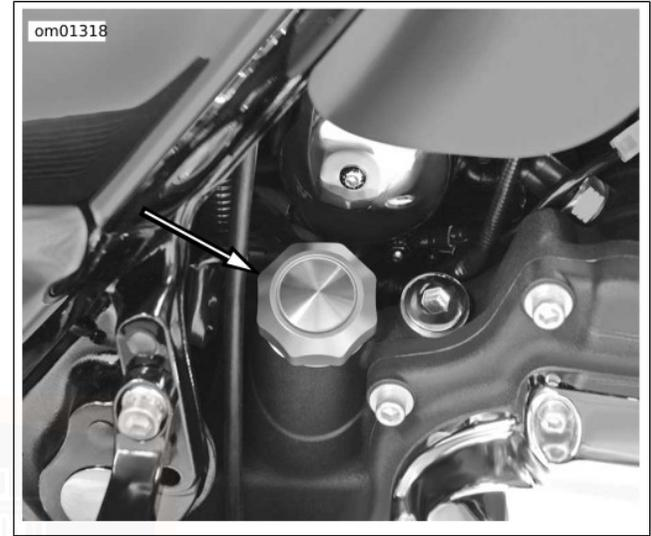

Figure 47. Bouchon de remplissage d'huile moteur
2. Voir Figure 47. Enlever le bouchon de remplissage/la jauge et essuyer la jauge. Introduire la jauge dans le bec de remplissage et la visser.
3. Voir Figure 47. Enlever le bouchon de remplissage/la jauge et essuyer la jauge. Introduire la jauge dans le bec de remplissage et la visser.